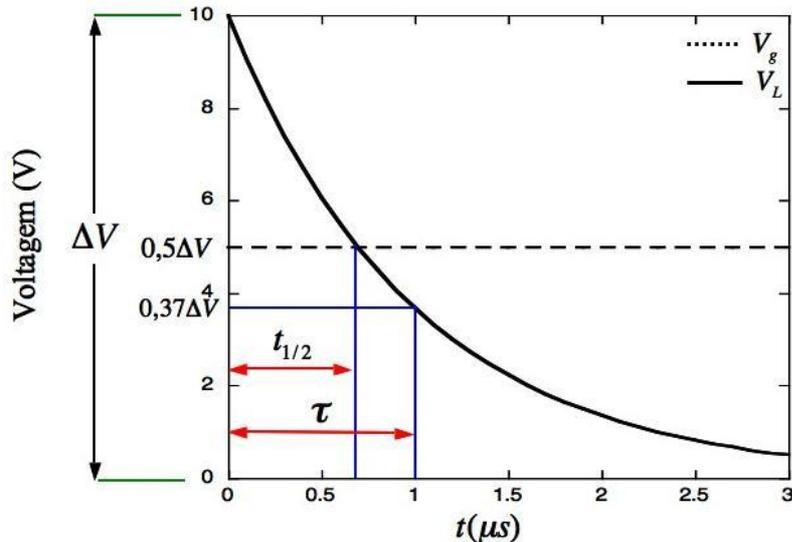

Figura 5: Voltagem no indutor mostrando as duas maneiras de medir a constante de tempo τ .
- 7) Ajuste agora as escalas do osciloscópio de modo a colocar na tela apenas um patamar da onda quadrada, de forma a ocupar o maior espaço possível, e meça os valores de $t_{1/2}$ e τ , como indicado na **Figura 5**.
Na **Figura 5** estão indicadas duas maneiras distintas de se determinar τ , diretamente (τ^1) ou via $t_{1/2}$ (τ^2).
- 6) Utilizando o circuito da **Figura 3**, ajuste novamente o osciloscópio para apresentar na tela uma imagem semelhante a que é mostrada na **Figura 5**.